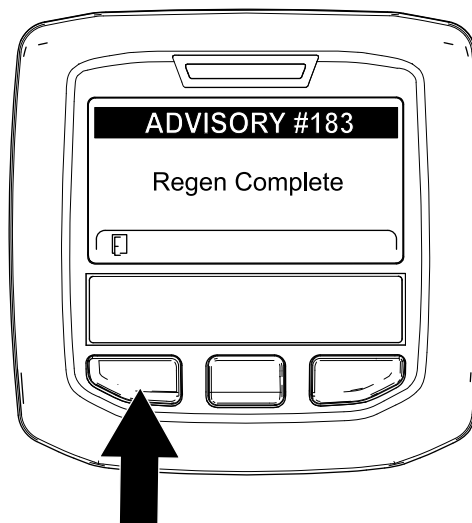

Рисунок 60
9. Когда компьютер двигателя завершает процесс стационарной или восстановительной регенерации, на дисплее инфо-центра появляется информационное сообщение № 183 (Рисунок 60). Для перехода на главный экран нажмите левую кнопку.